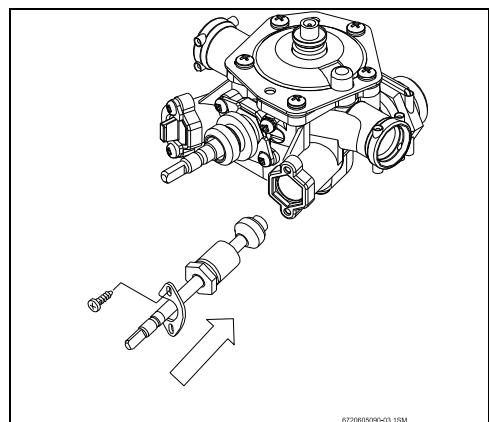

Bild 3
- Zapfventile mit Dichtungen einsetzen und mit den Halterungen sichern (siehe Bild 3).